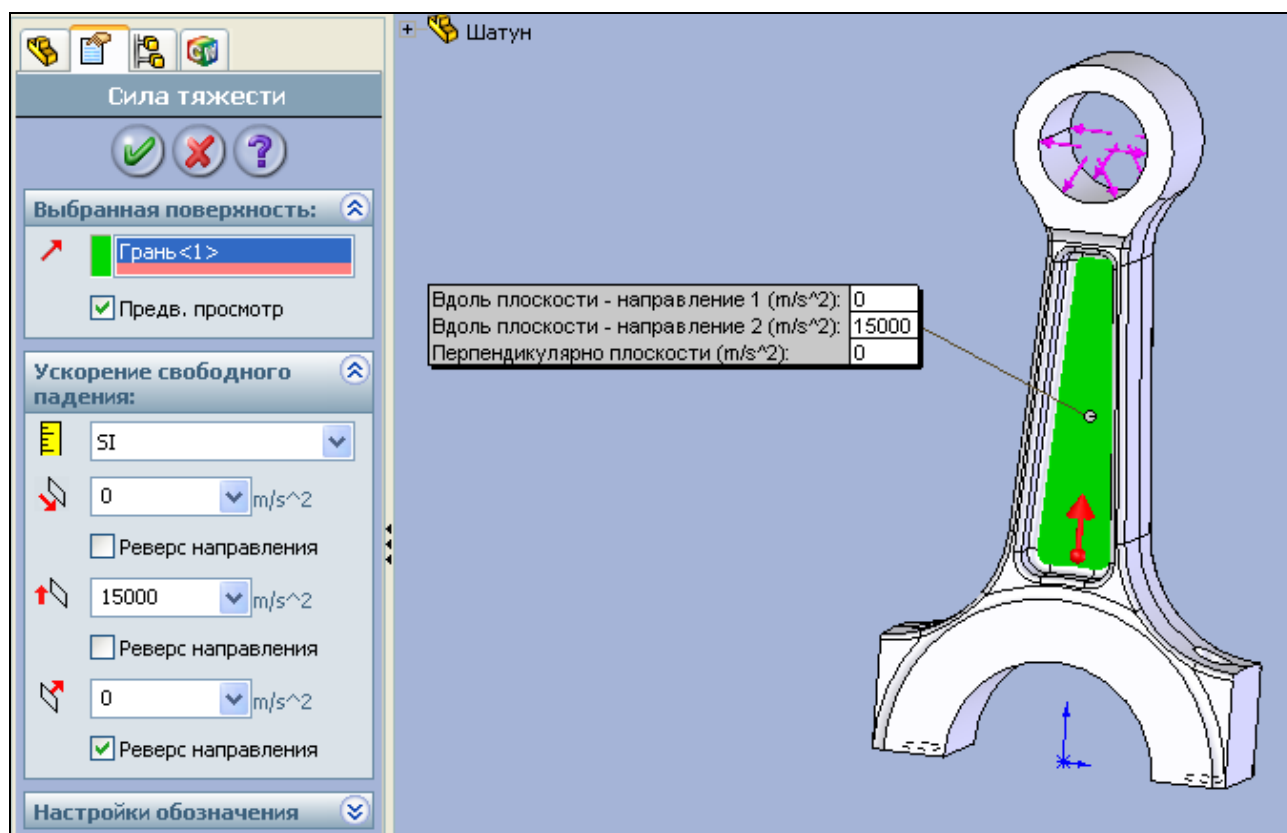

Рис. 6.5. Задание инерционной нагрузки
5. Теперь зададим инерционную нагрузку на шатун. Для этого нажмите на кнопку  — **Сила тяжести** в панели инструментов COSMOSWorks – **Нагрузки** или пройдите путь в главном меню COSMOSWorks | **Нагрузки/Ограничение** | **Сила тяжести**. Откроется диалоговое окно **Сила тяжести**, показанное на рис. 6.5.